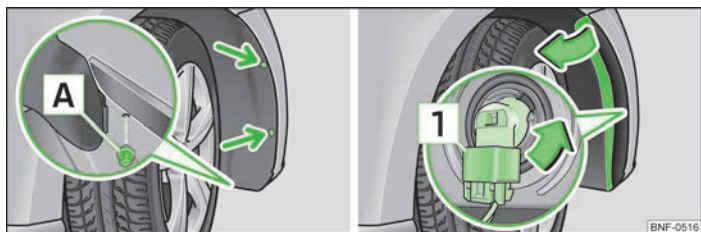

Fig. 124 Pasajul roții față: Înlocuirea becului farului de ceață
- > Deșurubați ambele șuruburi de fixare ale capitonajului pasajului de roată, cu ajutorul șurubelniței » pagina 130, *Trusa de scule* (săgeți) » fig. 124.
- > Deșurubați nitul expandabil A » fig. 124 de pe partea inferioară a capitonajului pasajului roții, cu un obiect plat, bont, de ex. cu o monedă, și extrageți nitul.